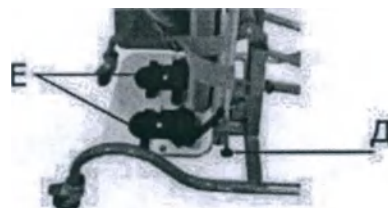

Рис.59
3) Регулировка подножки по глубине (рис.59)
4) Регулировка положения стоп (рис.59)